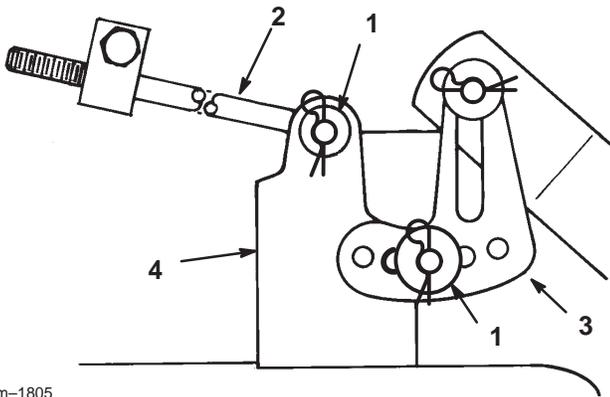

Abbildung 40
10. Haarnadelsplint und Unterlegscheibe vom Ende der langen Stange entfernen (Abb. 40). Die Stange aus dem Mähwerkträger herausschieben.
11. Haarnadelsplint und Unterlegscheibe vom Mähwerkausgleichsbügel entfernen (Abb. 40). Den Bügel vom Montagestift herunterschieben. Unterlegscheibe und Haarnadelsplint zur Lagerung wieder anbringen.